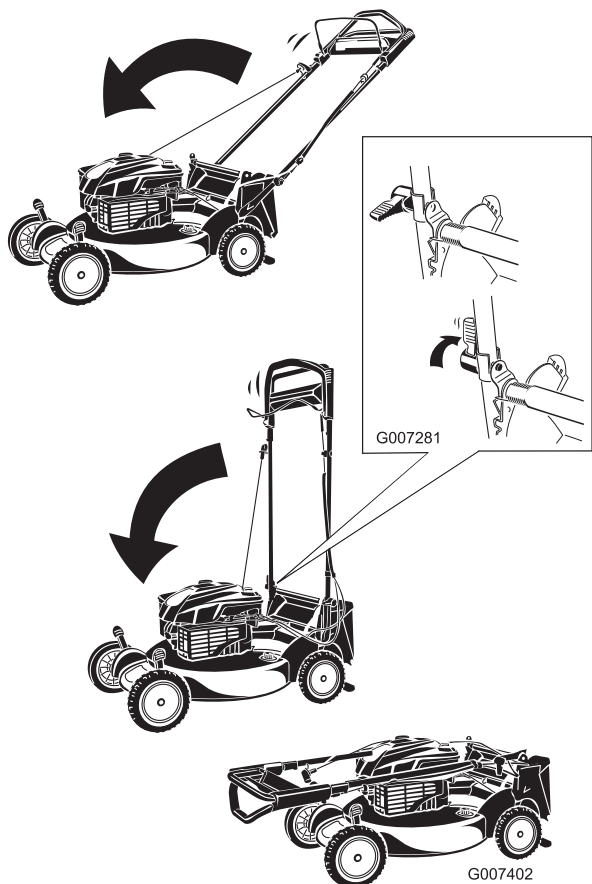

Bild 46
1. Drehen Sie den Griff nach vorne (Bild 46).